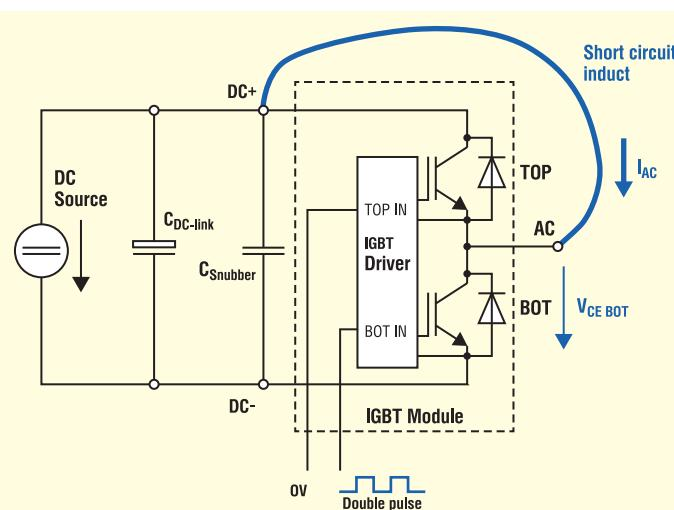
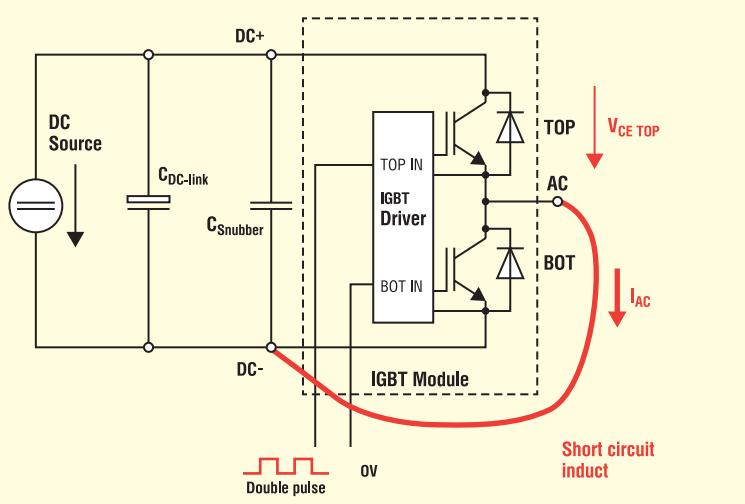

Рис. 5. Вимірювання напруги V_{CEpeak} на нижньому IGBT; верхній ключ закорочений кабелем або дроселем; подвійний імпульс подають на нижній IGBT
Рис. 6. Вимірювання напруги V_{CEpeak} на верхньому IGBT; нижній ключ закорочений кабелем або дроселем; подвійний імпульс, подають на верхній IGBT
- Режим K3 реалізують за допомогою перемикачів з товстого кабелю від позитивного полюса постійного струму до виводу змінного струму (для вимірювання на нижньому IGBT, рис. 5), або від негативного полюса постійного струму до виводу змінного струму (для вимірювання на верхньому IGBT, рис. 6). Ін-